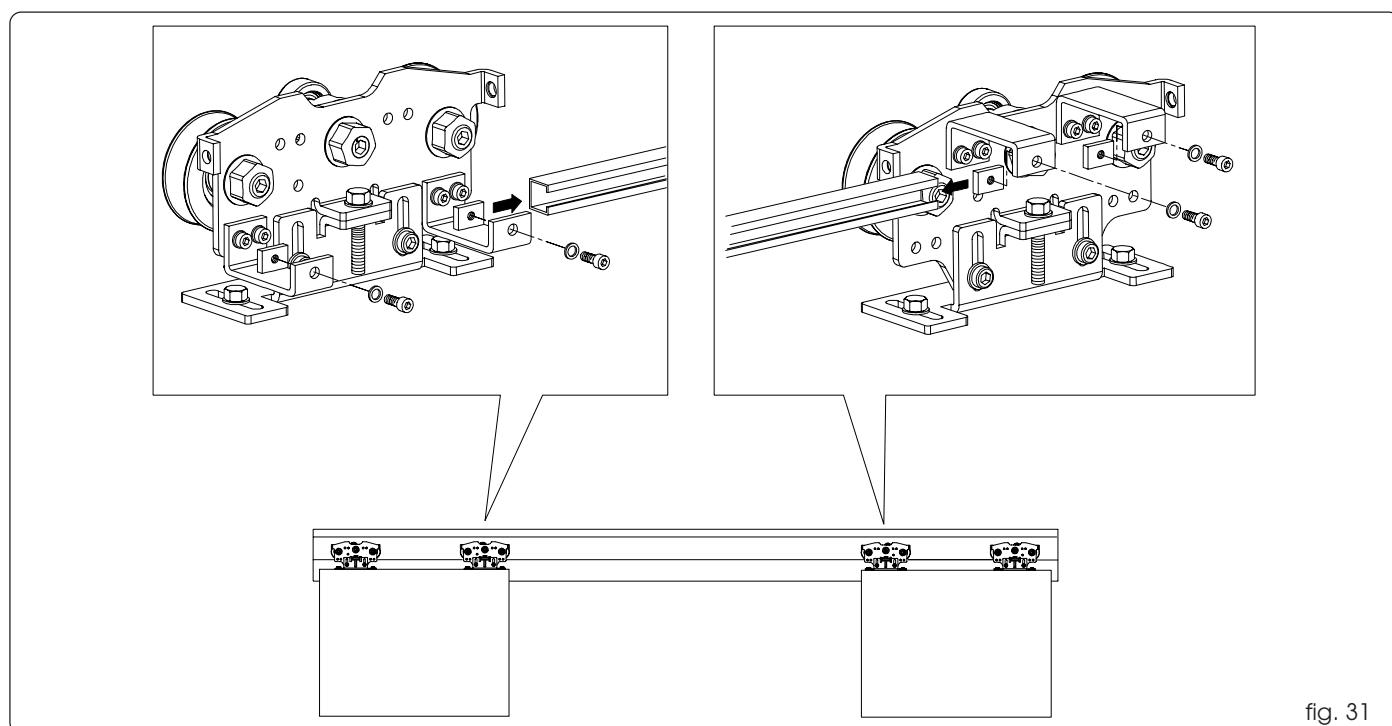

fig. 31
- Portare le ante nella posizione di apertura (fig. 31).
- Inserire due piastrini con foro filettato all'interno di ognuna delle due aste di movimentazione (fig. 31).